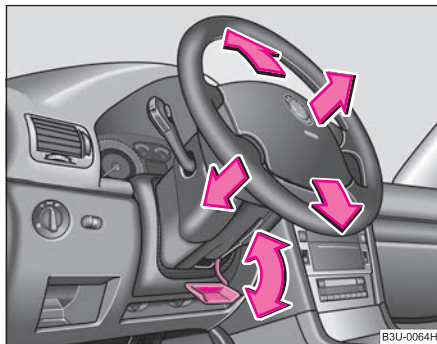

Fig. 113 Maneta de sub coloana volanului
- Îndreptați maneta de sub volan ⇒ fig. 113, în jos ⇒ ⚠.